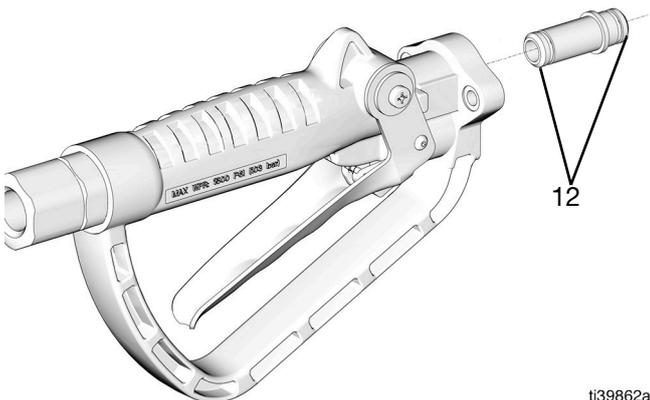

FIG. 22
2. Monte el solenoide (14) en el alojamiento de la válvula (27) y apriete con el dedo. Apriete entre 5 y 10 grados más con una herramienta que no cause arañazos.
3. Lubrique las juntas tóricas del tubo de conexión (12) (FIG. 22).